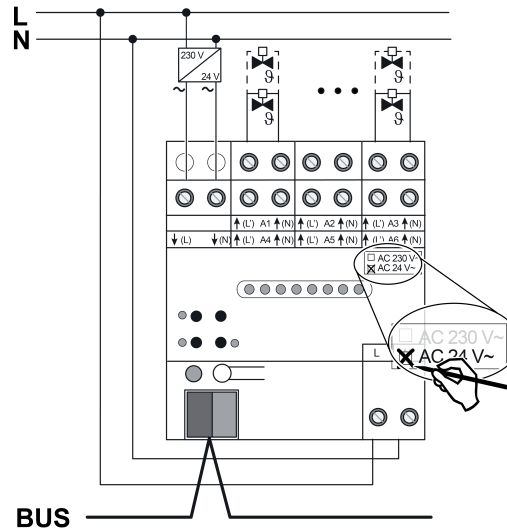

Рисунок 4: Подключение сервоприводов 24 В
- Сервоприводы 24 В пер. тока подключать согласно схеме подключений (рисунок 4).
- Подключить питание сервоприводов к клеммам $\downarrow(L)$ и $\downarrow(N)$ (1).
- Подключить сетевое напряжение к клеммам (5).